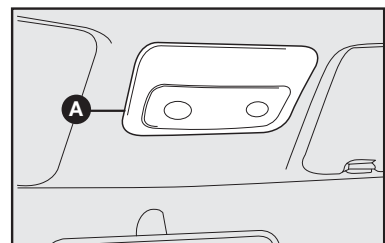
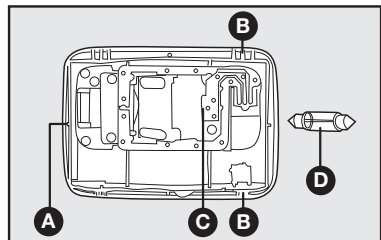

fig. 40
fig. 41
### CONJUNTO DA LUZ INTERNA - figs. 40 e 41
- com uma chave de fenda no ponto **A-fig. 40**, remover o conjunto da luz interna montada a pressão pelas travas **B-fig. 41**.
- retirar o refletor recolocando a nova lâmpada na sede **C-fig. 41** e substituir a lâmpada cilíndrica **D**.